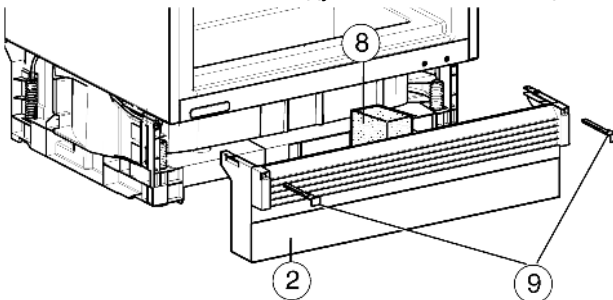

Fig. 10
- ▶ Вставить пенопласт Fig. 10 (8) - это важно для нормальной раздельной циркуляции потоков воздуха!
- ▶ Установите цокольную панель Fig. 10 (2) назад и потяните вперёд так, чтобы передний край вентиляционной решётки оказался вровень с цокольной панелью мебели!
- ▶ Зафиксируйте цокольную панель: вставьте фиксатор Fig. 10 (9), при этом придерживайте цокольную панель.